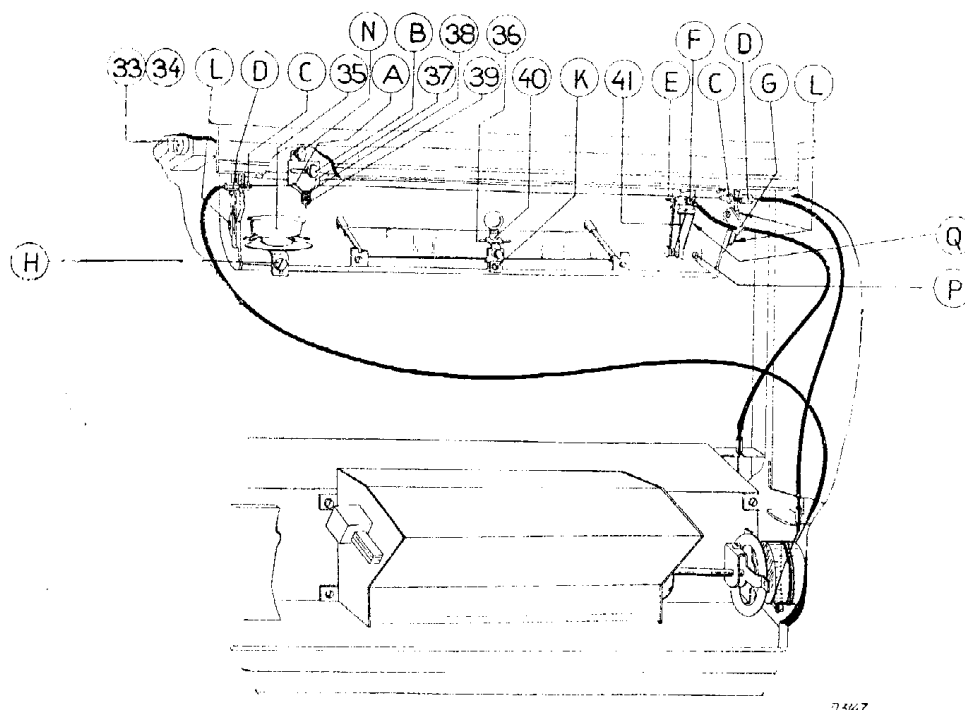
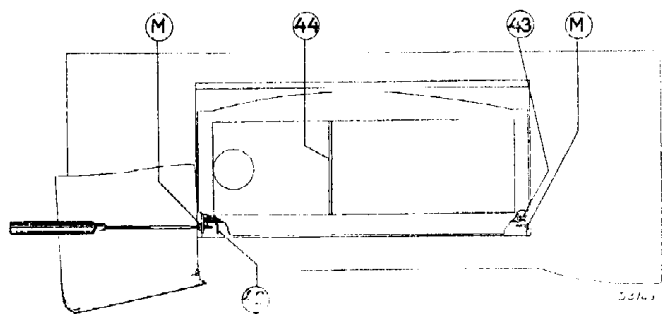

Fig. 7
Fig. 8
## Le déboîtage du châssis (voir fig. 7).
5. La position exacte des cables d'entraînement est indiquée dans la fig. 7. Pour la capacité minimum du condensateur il faut que la vis de fixation dans le galet d'entraînement se trouve vers le bas, tandis que l'indicateur sur le cadran des noms de stations se trouve également sur minimum.
2. Dévisser d'un tour les petits boulons L (fig. 7) et repousser le cadran par sa partie avant jusqu'à ce que les 2 vis M (fig. 8) sur les dessus de l'appareil, apparaissent.
1. Dévisser la vis moletée N (fig. 7). L'aiguille et son petit étrier de serrage sont ainsi libérés et peuvent être sortis du cadran.
Celui-ci est fourni d'un seul ensemble. Après avoir dévissé les vis P et Q (fig. 7), on peut accéder facilement à cet ensemble et on peut transférer facilement les câbles à coulisse vers le nouvel indicateur. Lorsque les flèches lumineuses sur le cadran au moment de commuter sur une autre gamme d'ondes, restent partiellement masquée; il convient de vérifier s'il n'y a pas de pli dans le câble à coulisse.